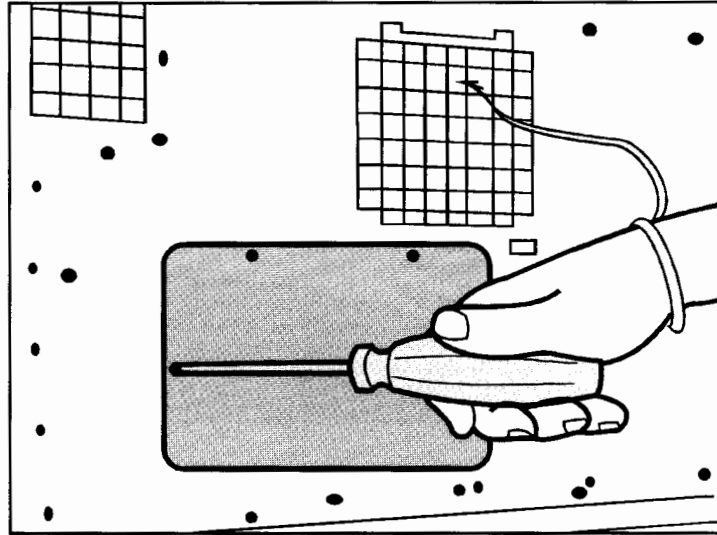

Figure 1-4. Retrait du cache métallique
7. Mettez un bracelet antistatique (si vous en avez un) et fixez son attache sur la grille métallique, comme illustré à la Figure 1-4.
8. Dévissez les 4 vis du cache métallique et retirez ce dernier (Figure 1-4).
Avant de retirer une carte, mettez un bracelet antistatique (si vous en avez un) et attachez-le à la grille métallique comme illustré à la Figure 1-4, ou touchez le sac antistatique ou toute partie métallique de l'imprimante.